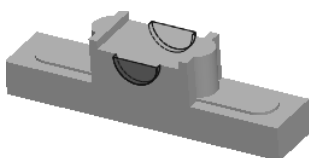
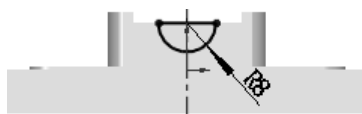

图 5.39.10 凸台-拉伸 4
图 5.39.11 横断面草图 (五)
Step6. 创建如图 5.39.10 所示的特征凸台-拉伸 4。横断面草图如图 5.39.11 所示。